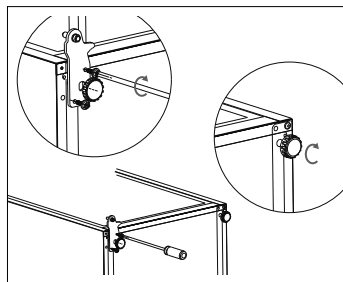

Fig. 12
- ▶ Gire la placa perforada de la bisagra inferior de modo que los orificios de la placa perforada coincidan con las perforaciones en el aparato y atornille la bisagra con los dos tornillos de sujeción en el lado opuesto del aparato. Utilice una llave para tuercas del 8 o un destornillador de estrella para aflojar y apretar los tornillos (véase la **fig. 12**).
- ▶ Monte la pata de apoyo (véase la **fig. 12**).